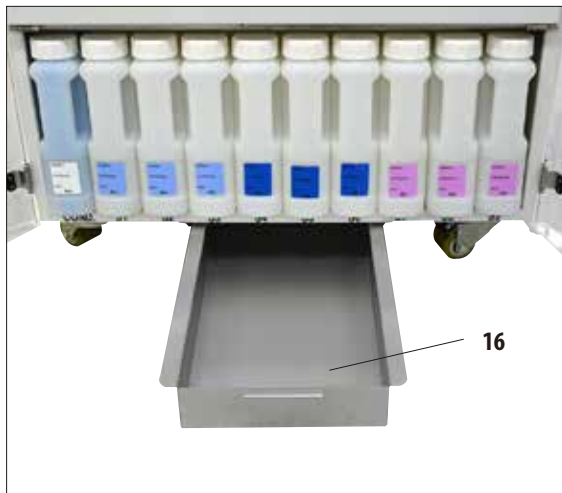

Fig. 53
- La vasca di raccolta (16) si trova al di sotto dell'armadietto dei reagenti. Essa ha lo scopo di raccogliere i reagenti sparsi o traboccati in modo da evitare sporco all'interno e al di sotto dello strumento. Il suo volume è pari a ca. 5 l.
- Nella vasca di raccolta (16) deve essere controllata a intervalli regolari la presenza di reagenti sparsi. A tale scopo, stringere l'impugnatura, estrarre la vasca in avanti (fig. 53) ed eventualmente svuotarla.